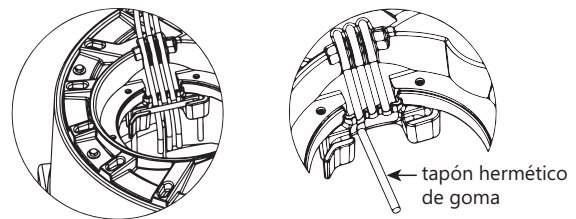

Figura 2. Sello de cable adecuado detrás de la varilla QuickTree
Después del servicio o la inspección de los flotadores, vuelva a insertar el QuickTree en su soporte. Es importante que los cables de los motores de la bomba y el interruptor de flotador, y el flotador de alarma opcional estén sellados en los canales de sellado de caucho especialmente diseñados debajo de la cubierta de acceso. Se requiere un sellado apropiado para evitar que el gas del alcantarillado se filtre del sistema. Coloque los cables de forma segura en los canales de goma como se muestra en la Figura 2 [izquierda], teniendo cuidado de eliminar la "holgura" excesiva del cable desde el interior del sistema.
**IMPORTANTE:** ¡Se proporcionan tres canales de cable. Para los sistemas sin la opción de alarma, solo se utilizan dos canales y el tercero debe estar "enchufado" con un sello de tapón de goma conectado. Ver la Figura 2 [derecha]. Si el cable de alarma está presente, se usarán los tres canales. Todas las juntas de cubierta de goma están fijadas permanentemente y no requieren reemplazo.